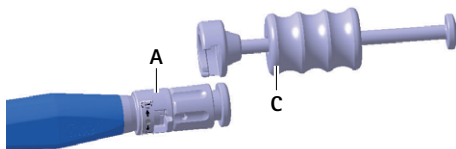

Fig. 5 Montar o martelo de impacto no instrumento introdutor
- ▶ Montar o martelo de impacto C no instrumento introdutor A, ver Fig. 5.
- ▶ Montar o martelo de impacto **B** no instrumento introdutor **A**, ver Fig. 5.